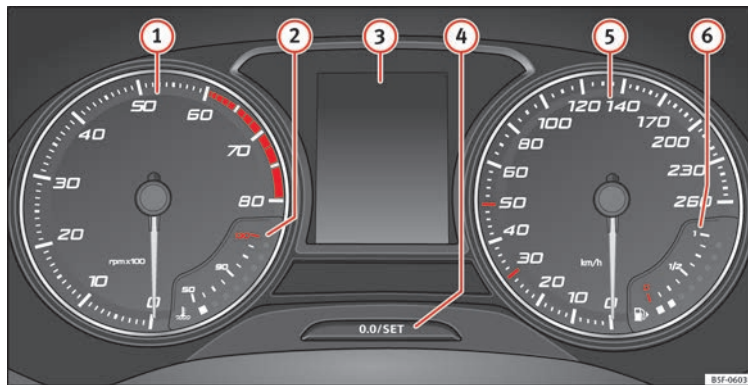

Abb. 124 Display des Kombi-Instrumentes in der Instrumententafel.
»» **Abb. 124:**
Der Drehzahlmesser zeigt die Motordrehzahl pro Minute an »» Abb. 124 ❶.
❶ VORSICHT
Die Nadel des Drehzahlmessers ❶ »» Abb. 124 darf den roten Bereich nur für ei-
Beim Einschalten der Zündung können auf dem Display des Kombi-Instruments »» Abb. 124 ❸ je nach Fahrzeugausstattung verschiedene Informationen angezeigt werden:
- Drücken Sie kurz die Taste » **Abb. 124** , um den Tageskilometerzähler auf 0 zurück zu setzen.
- Zum Einstellen der Uhrzeit die Taste » **Abb. 124**  länger als 3 Sekunden gedrückt halten, um die Anzeige für Stunden oder Minuten auszuwählen.
Die Taste » Abb. 124 ④ länger als 15 Sekunden gedrückt halten, um die Motorkennbuchstaben (MKB) des Fahrzeugs anzuzeigen. Dazu muss die Zündung ein- und der Motor ausgeschaltet sein.